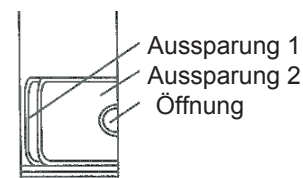

Abb. 5
1. Ziehen Sie als Referenz die Gas- und Flüssigkeitsleitungen heran und schneiden Sie dementsprechend links oder rechts die seitlichen Aussparungen an der Inneneinheit aus (siehe Abb. 5):